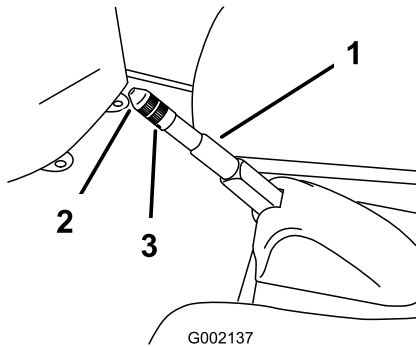

Bild 37
2. Lockern Sie die Stellschraube, mit der das Handrad am Feststellbremshebel befestigt ist (Bild 37).